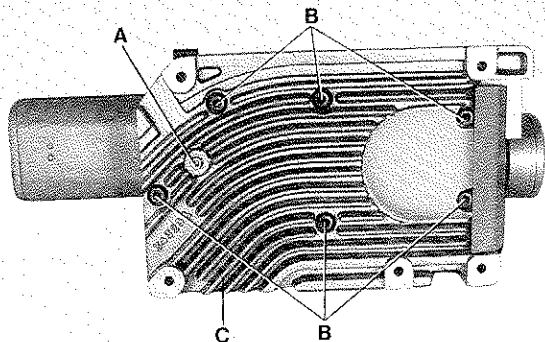
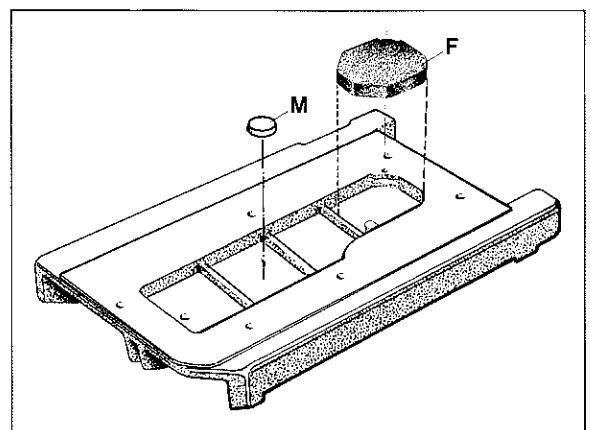

Fig. 6
Fig. 7
1. Drain the oil at plug screw (A, Fig. 6) in the bottom cover of the machine.
2. Unscrew the six screws (B, Fig. 6) for the bottom cover (C) and remove bottom cover and gasket.
3. Remove the magnet (M, Fig. 7), which accumulates metallic foreign materials, from the second oil sump chamber from the left in the bottom cover and clean it.
4. Remove the filter (F, Fig. 7) from the right oil sump chamber in the bottom cover and clean it in petroleum, or replace it by a new one (part No. 999-254 J).
6. Insert plug screw (A, Fig. 6) in the bottom cover, place the magnet (M, Fig. 7) in the second from the left and the filter (F, Fig. 7) in the right oil sump chamber.
7. Remount bottom cover with gasket. Make sure that the surfaces on machine bed and bottom cover for the gasket are absolutely clean! Torque the six screws (B, Fig. 6) carefully to 22,6 - 23,1 Nm (200 - 205 in.lbs.).
1. Lassen Sie das Öl an der Verschlussschraube (A, Fig. 6) in der Grundplatte der Maschine ab.
2. Entfernen Sie die sechs Befestigungsschrauben (B, Fig. 6) für die Grundplatte (C) und nehmen Sie Grundplatte und Dichtung ab.
3. Nehmen Sie den Magneten (M, Fig. 7), der die Aufgabe hat, metallische Fremdkörper anzuziehen, aus der zweiten Ölsumpfkammer von links in der Grundplatte und reinigen Sie ihn.
4. Nehmen Sie den Filter (F, Fig. 7) aus der rechten Ölsumpfkammer der Grundplatte und reinigen Sie ihn in Petroleum, oder verwenden Sie einen neuen Filter (Teil Nr. 999-254 J).
6. Drehen Sie die Verschlussschraube (A, Fig. 6) in die Grundplatte, legen Sie den Magneten (M, Fig. 7) in die zweite von links und den Filter (F, Fig. 7) in die rechte Ölsumpfkammer.
7. Montieren Sie die Grundplatte mit Dichtung wieder. Beachten Sie, daß die Auflageflächen für die Dichtung, am Gehäuse und an der Grundplatte, absolut sauber sein müssen! Ziehen Sie die sechs Befestigungsschrauben (B, Fig. 6) mit einem Drehmoment von 22,6 bis 23,1 Nm sorgfältig an.